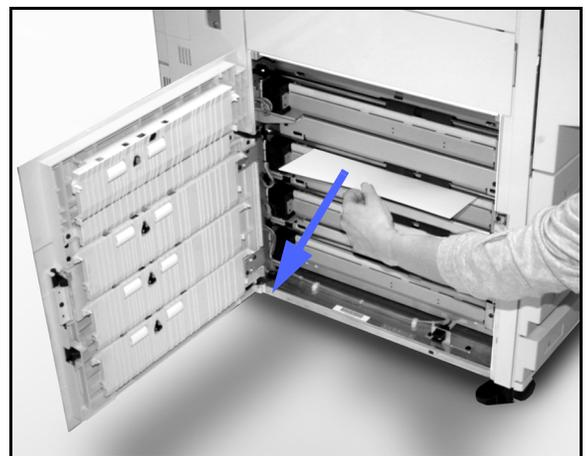

Figure 4 : Retrait d'une feuille bloquée derrière le panneau gauche
- S'il se produit un incident à la sortie des magasins 1, 2, 3 ou 4, ouvrez le panneau de la porte gauche et retirez toute feuille présente dans cette zone (voir la figure 4).